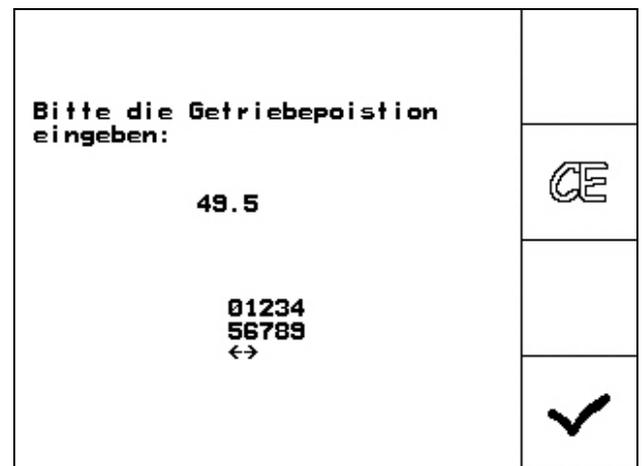

Fig. 28
- confirmar los ajustes y registrar el valor de escala indicado por la palanca del engranaje sobre la misma, en la ventana de menú que se abre (Fig. 28).